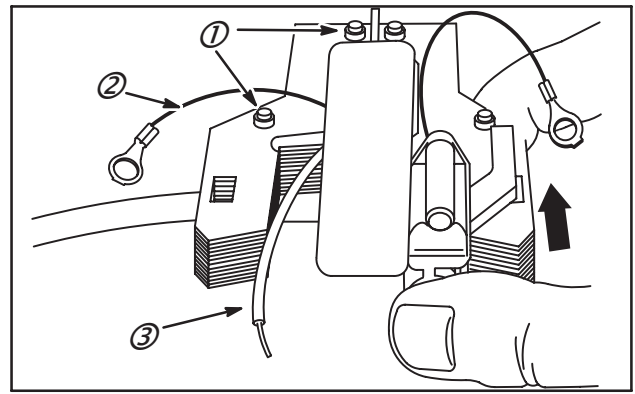

Fig. 14
Le module est installé avec le clip sur le côté droit de l'armature lorsque les pointes des rivets sont vers le haut (1), Fig. 14.
Fil de masse (2) de la bobine d'allumage, Fig. 14.
Fil primaire de la bobine d'allumage (3), Fig. 14.